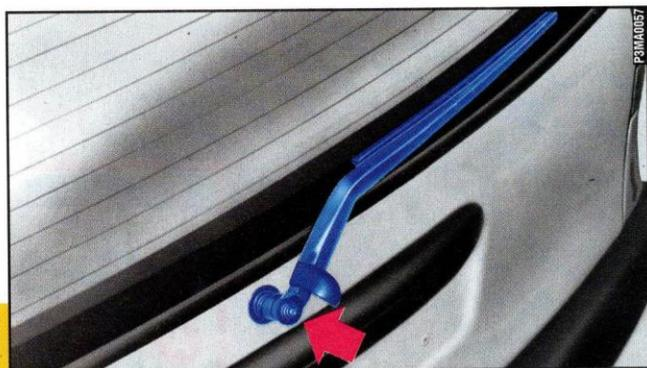

fig. 33
1) Sollevare la copertura **fig. 33** e smontare il braccio dalla vettura, svitando il dado che lo fissa al perno di rotazione.